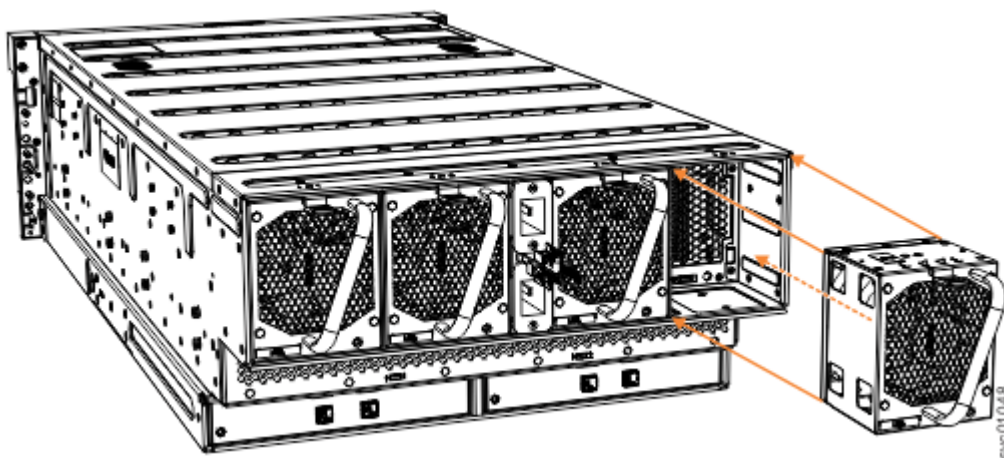

Figure 122. Retrait d'un module de ventilation
3. Utilisez la poignée pour retirer le module de ventilation du châssis du boîtier d'extension, comme indiqué dans la Figure 122, à la page 109.